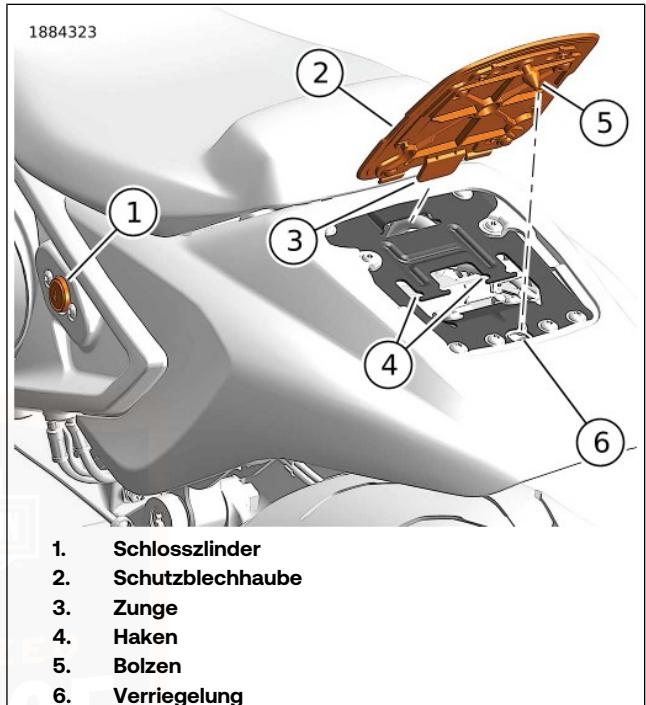

Abbildung 54. Helmschloss (Solo-Sitz)
Siehe Abbildung 54. Die Helmschlösser (2) befinden sich auf der linken und rechten Seite des Motorrades unter der Hinterradschutzblechhaube (2).
- a. Den Schlüssel in den Schlüsselzylinder (1) stecken und im Uhrzeigersinn drehen.
- b. Die Hinterradschutzblechhaube (2) von hinten her anheben und entfernen.
2. Den mitgelieferten Gurt durch den D-Ring des Helms führen und den Gurt am Haken (4) befestigen.
- a. Die Lasche (3) am Schlitz im Schutzblech ausrichten.
- c. Das hintere Ende der Schutzblechhaube absenken, bis der Bolzen (5) in die Verriegelung (6) einrastet.